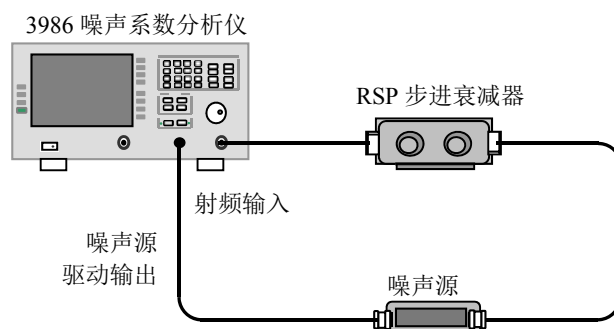

图 8.5 增益测量范围和测量不确定度测试框图
- 步骤 1. 将图 8.5 连接测试系统，开机预热 30min。